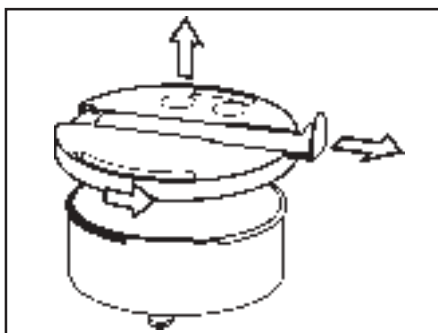

Fig. 14: Het demonteren van het expansievaatje
2. Trek het schuifje in het deksel naar rechts (zie fig. 14).